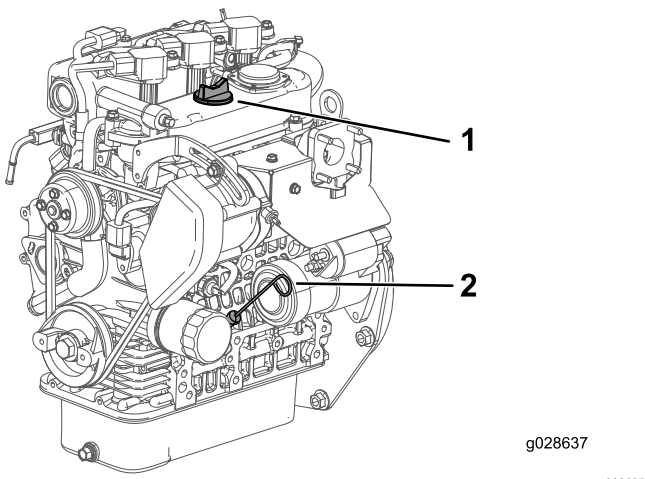

图35
4. 取出量油尺，用干净的抹布擦拭（图35）。
5. 将量油尺插入量油尺管道中，并确保它完全插入（图35）。
6. 取出量油尺并检查油位（图35）。
7. 如果油位较低，请取下加油颈盖（图35），然后添加足够机油，将油位提高到量油尺上的“已满”标记。
8. 将量油尺固定到位（图35）。